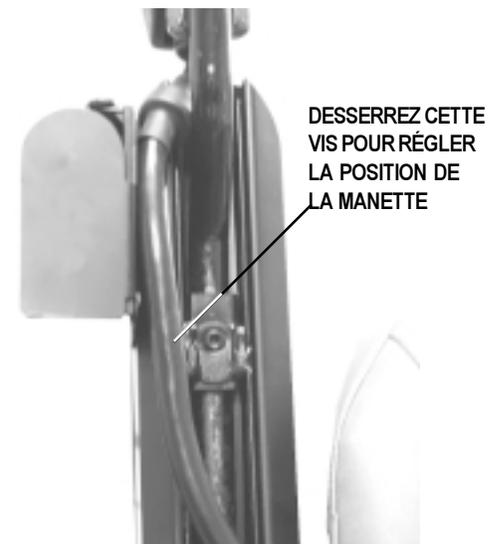

Figure 7. Position De La Manette
3. Resserrez le boulon (voir la figure 7).
3. Utilisez une clé hexagonale de 3/16 po pour desserrer la vis de verrouillage (voir la figure 7).